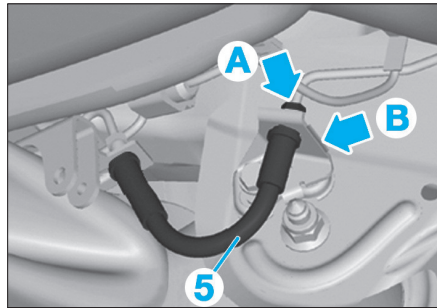

FIG. 78
- Débrancher la conduite de frein en (A) et retirer l'agrafe (B) (Fig.78).
- Extraire le flexible de frein gauche (5) de son support (Fig.78).